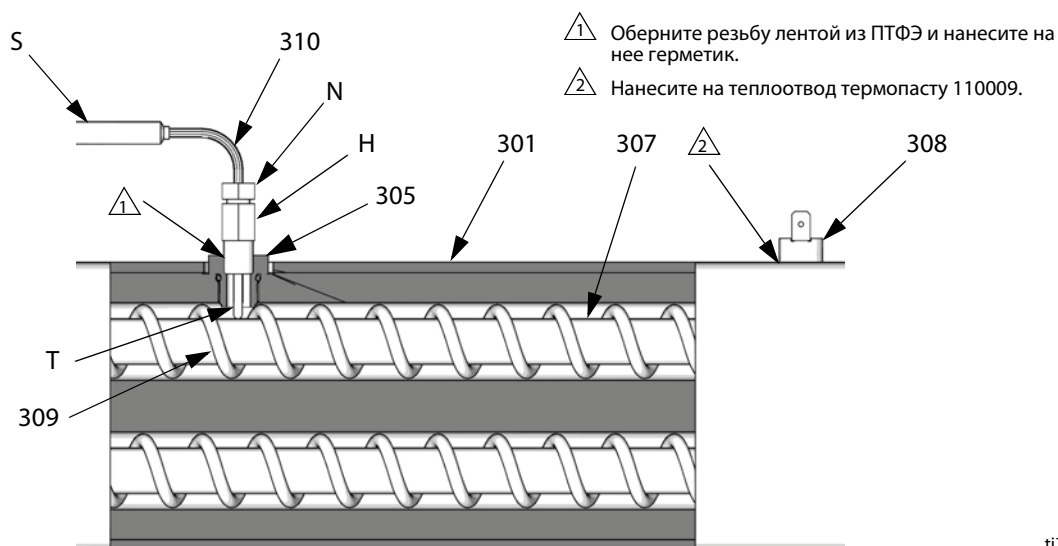

Рис. 16. Термопара
4. Ослабьте и удалите монтажные крепления кронштейна для модуля контроля температуры (56). Переместите контрольный модуль вверх и в сторону, чтобы обеспечить доступ к термопаре.
7. См. Рис. 16. Ослабьте зажимную гайку (N). Снимите термопару (310) с корпуса нагревателя (301), затем снимите корпус термопары (H). Не снимайте переходник термопары (305), если не требуется. Если переходник необходимо снять, убедитесь в том, что смесительный аппарат (309) не препятствует его замене.
8. Замените термопару (см. Рис. 16).
- b. Оберните внешнюю резьбу лентой из ПТФЭ и нанесите на нее герметик, привинтите корпус термопары (Н) к переходнику (305).
- c. Протолкните термопару (310) внутрь таким образом, чтобы наконечник (Т) касался нагревательного элемента (307).
- d. Удерживая термопару (Т) напротив нагревательного элемента, затяните зажимную гайку (N) на 1/4 оборота после натяжки.
9. Проложите провода (S) в тележку и соедините их с пучком, как и до этого. Подключите провода к плате.
- Отсоедините один токоподводящий провод от реле перегрева (308), Рис. 16. Проверьте реле с помощью омметра. Сопротивление должно составлять приблизительно 0 Ом.
- Если реле не прошло проверку, отсоедините провода и выкрутите винты. Утилизируйте поврежденное реле. Нанесите термопасту 110009, установите новое реле в том же месте на корпусе (301) и закрепите винтами (311). Подсоедините провода.